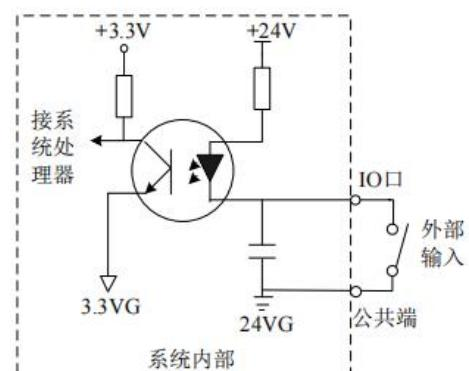

图14.3 输入接口电路原理图
- ◆ 输入口为光电隔离输入，低有效。输入信号可以是机械接触式开关，或者光电开关，支持常开常闭输入。外部开关的公共端是24VGND，另外一端接对应的输入口。输入口内部电路原理图如图 14.3 所示。